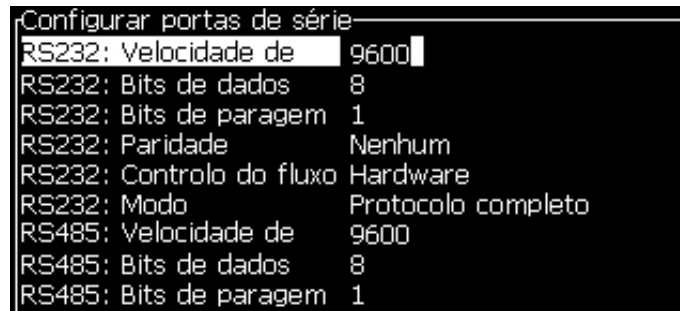

Figura 4-21: Caixa de diálogo Configurar portas seriais
- 2 Selecione a opção *Configuração da porta serial* e pressione a tecla *Enter*. A caixa de diálogo *Configurar portas seriais* aparece (veja Figura 4-21).